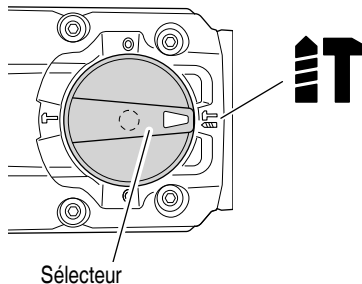

Fig. 22
- (1) Commutation sur "rotation + percussion"
- (b) Alignez ▲ du levier du sélecteur et  du couvercle de la manivelle comme illustré à la Fig. 22.